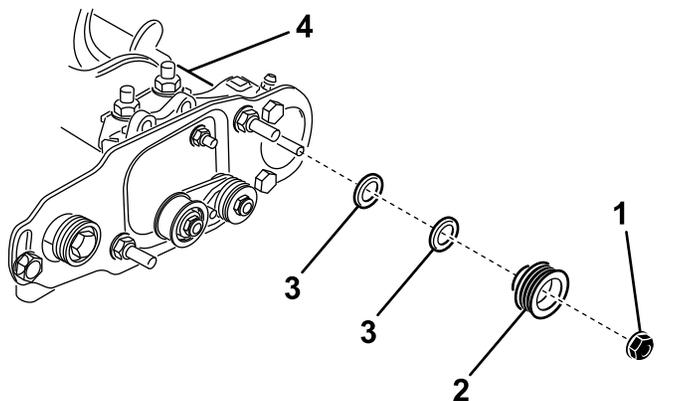

Bild 40
3. Entfernen Sie die Sicherungsmutter, mit der die Antriebsriemenscheibe an der Bürstenwelle befestigt ist (Bild 39 oder Bild 40). Setzen Sie einen Schraubenschlüssel (1/2") auf die flachen Enden der Rollenbürstenwelle, damit sie sich nicht dreht.
4. Nehmen Sie die Antriebsscheibe von der Welle (Bild 40).
5. Wenn die Scheibe nach außen bewegt werden muss, legen Sie ein Distanzstück (0,8 mm) auf (Bild 40).